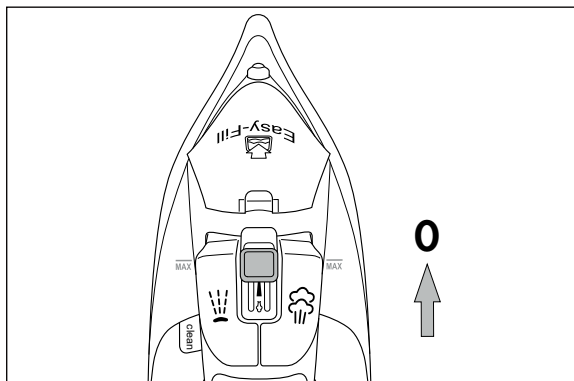

Fig. 2
- 1) Sørg for, at dampindstillingen **3** står på position **0** (se fig. 2).
- 1) Skub dampindstillingen ③ helt op til position 0 (ingen damp) (se fig. 2).
- 2) Lad dampstrygejernets varme op, indtil varmeindikator-LED ⑧ lyser konstant.